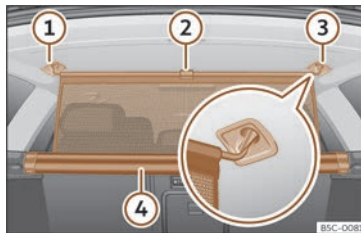

Fig. 132 No maleteiro: enganchar a rede de separación.
- Tire cara arriba da lingüeta»» fig. 132 (2) para sacar a rede da carcasa (4).
- Enganche a rede de separación no lado dereito ou esquerdo (3) (imaxe ampliada).
- Enganche a rede de separación no aloxamento do outro lado (1) estirando a barra.